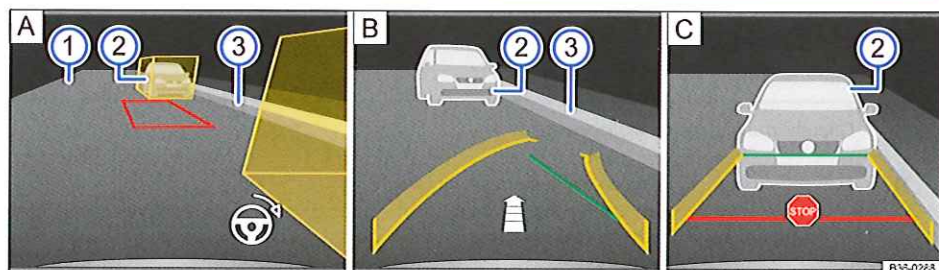

Fig. 170 Affichage sur l'écran de la caméra de recul : manœuvre de stationnement en mode 2.
Légende de la fig. 170 :
6.	Positionnez le véhicule à environ un mètre parallèlement à la rangée de voitures de sorte que les places fictives affichées cachent complètement les obstacles → fig. 170 ②  . La zone entre les places fictives doit être exempte de tout obstacle.
9.	Braquez le volant jusqu'à ce que le trapèze rouge se déplace entre les places fictives et soit entouré de vert. Maintenez le volant dans cette position. Le symbole du volant sur la partie inférieure droite de l'écran → fig. 170  indique au conducteur les mouvements de braquage requis pendant toute la manœuvre de stationnement.
10.	OU : jusqu'à ce que la ligne latérale verte incurvée coïncide avec la délimitation latérale de la place de stationnement, par ex. un trottoir ③. Suivant le nombre de segments représentés, une flèche → fig. 170 [B] indique le parcours qui reste à effectuer.
Continuez à reculer lentement jusqu'à l'apparition du signe Stop → fig. 170 [C].